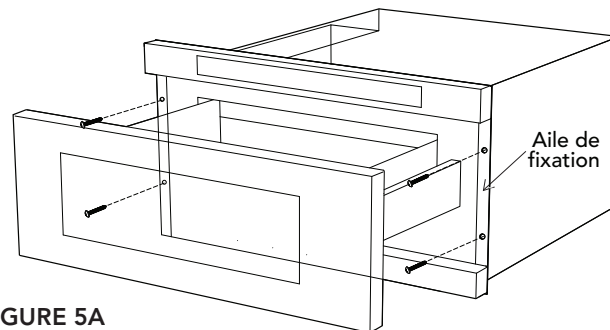

FIGURE 5A
3. Glissez complètement le tiroir jusqu'à ce que l'aile de fixation soit affleurée avec la face du placard. Consultez la FIGURE 5A.
4. Ouvrez le tiroir. Utilisez comme gabarit les 4 trous dans le tiroir et percez 4 trous dans le mur avec un mors 1/16 po. Consultez la FIGURE 5A.